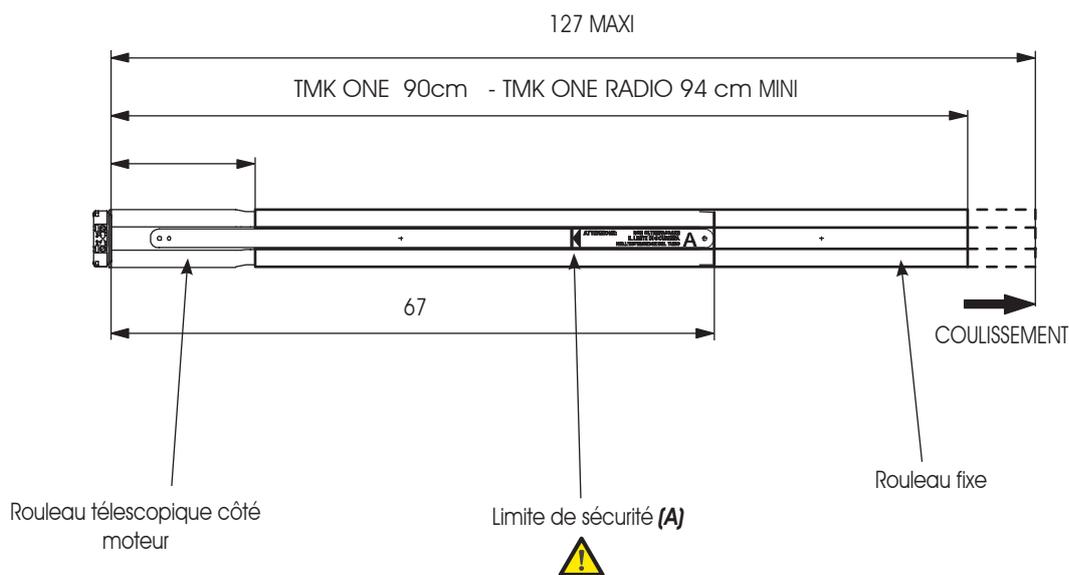

Fig. 9
Pour obtenir la mesure maximum, il faut retirer le rouleau fixe du rouleau télescopique côté moteur jusqu'à la limite de sécurité signalée sur la bande de guidage. (Fig. 9 réf.A)
- ⚠** LORSQUE VOUS FAITES COULISSER LE ROULEAU TÉLESCOPIQUE CÔTÉ MOTEUR VERS L'EXTRÉMITÉ EXTÉRIEURE DU ROULEAU FIXE, NE JAMAIS DÉPASSER LA LIMITE DE SÉCURITÉ (Fig.9 réf.A)